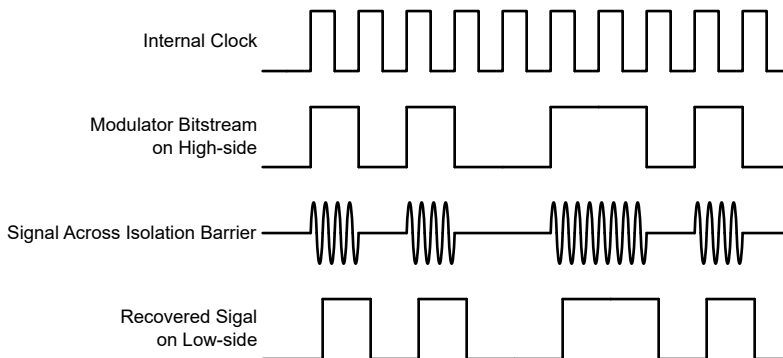

图 7-1. 基于 OOK 的调制方案
如图 7-1 中所示，AMC0381R-Q1 使用开关键控 (OOK) 调制方案跨过基于 SiO_2 的隔离栅传输调制器输出位流。发送驱动器 (TX) 如 功能方框图 中所示。TX 跨过隔离栅发送一个内部生成的高频载波来表示数字一。而 TX 不发送信号则表示数字零。AMC0381R-Q1 内使用的载波标称频率为 480MHz。